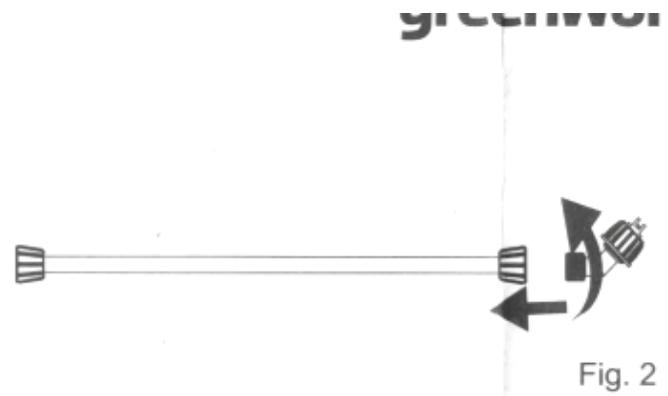

Fig. 2
- Наденьте насадку на удлинитель и поверните по часовой стрелке до срабатывания защелки — это обеспечит герметичность соединения (см. рис. 2).